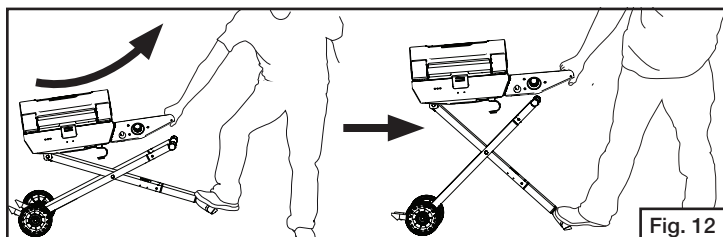

Fig. 12
- Ouvrir le grill de la position repliée. Placer un pied sur la poignée de traction, attraper la poignée se trouvant sur la table latérale et soulever vers vous. Continuer de tirer jusqu'à ce que le grill soit complètement déployé (Fig. 12).